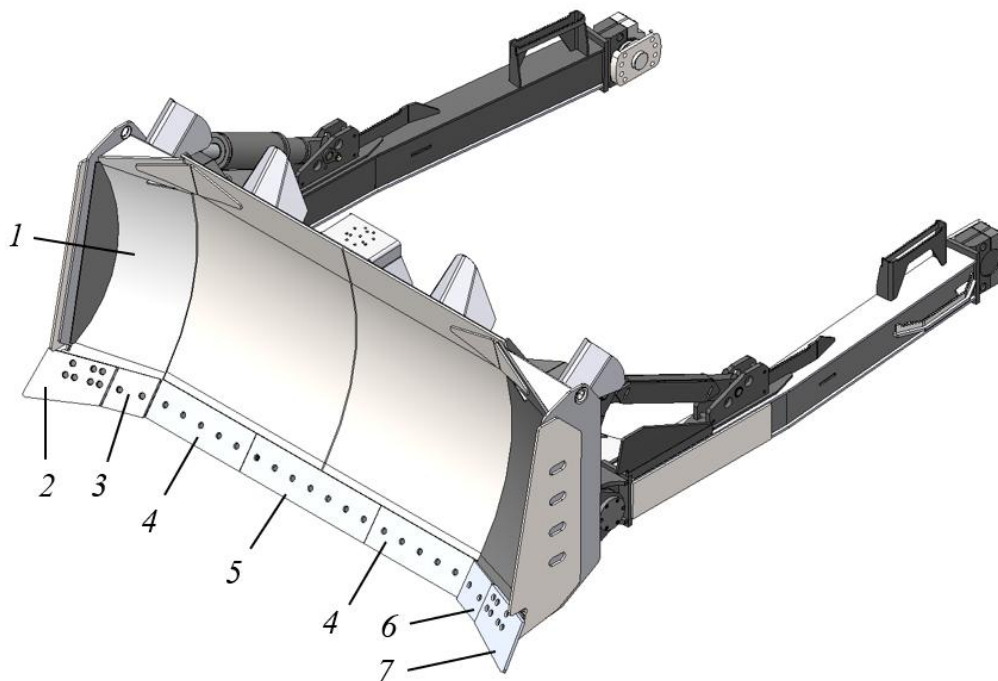

Рисунок 5.88. Бульдозерное оборудование
- ▶ Тщательно очистите ножи от загрязнений, см. рис. 5.88;